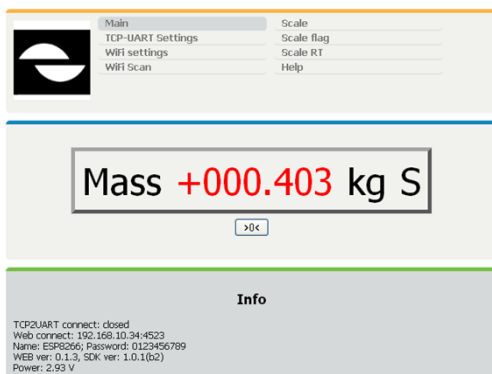

Рис. 1 - Web-интерфейс с протоколом обмена «Mera-AUTO»
3.1 Включить весы. Для начального подключения к весам подключиться к Wi-Fi сети созданной весами по умолчанию. Имя сети: «MERAS», сеть открытая. Открыть в браузере страницу с адресом 192.168.4.1. Пример web-интерфейса приведен на рис. 1.